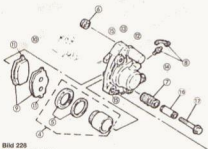

Bild 228
Detailskizze zu den Bauteilen 10 in Bild 228
- 2 Diese «Federzungen» drücken auf die «Nasen» der Bremsklötze (11 in Bild 228)
- Führungsschraube 17 in Bild 228 lösen (18 Nm) und ausbauen.
- Links und rechts von der Bremsscheibe liegen die Bremsklötze frei, lediglich vom feststehenden Teil des Bremssattels (13) und den Federn (10) gehalten. Bremsklötze dort abnehmen.
- Nach Ausbau des feststehenden Teils Gleitflächen reinigen und entscheiden, ob die Federn 10 in Bild 228 weiterverwendet werden können oder gegen neue ausgetauscht werden müssen.
- Feststehenden Teil des Bremssattels mit eingesetzten Federn (10) am Gabelgleitrohr anbauen (35 Nm).